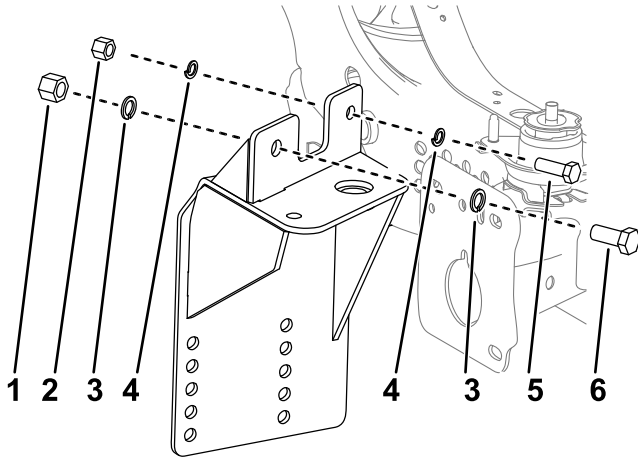

Figure 2
6. Fixez légèrement l'avant des plaques latérales au cadre du véhicule, comme montré à la Figure 2.